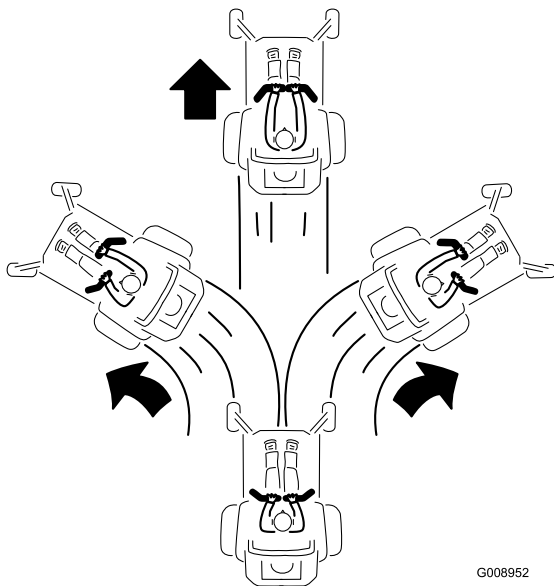

Figura 26
2. Para ir hacia adelante, empuje lentamente las palancas de control de movimiento hacia adelante (Figura 26).